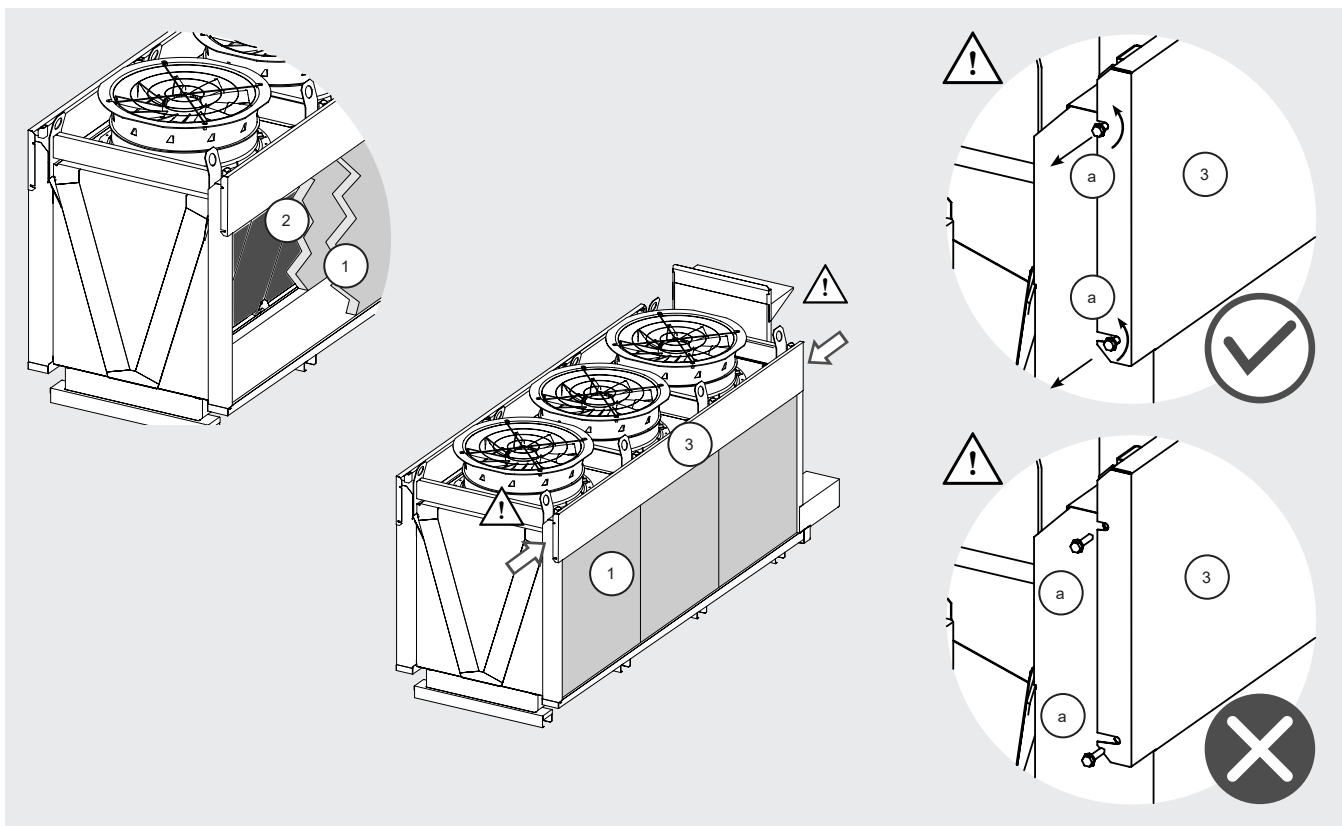

Figure 17
- 12.9.2 Pour nettoyer ou remplacer les panneaux, il faut d'abord retirer les panneaux extérieurs (1) puis les panneaux intérieurs (2). Voir la Figure 17.
- 12.10.4 Dévissez les vis fixant le couvercle (3) du compartiment des buses conformément à la Figure 17. Ouvrez le compartiment des buses en soulevant le couvercle (3) comme indiqué au point 12.9.4.